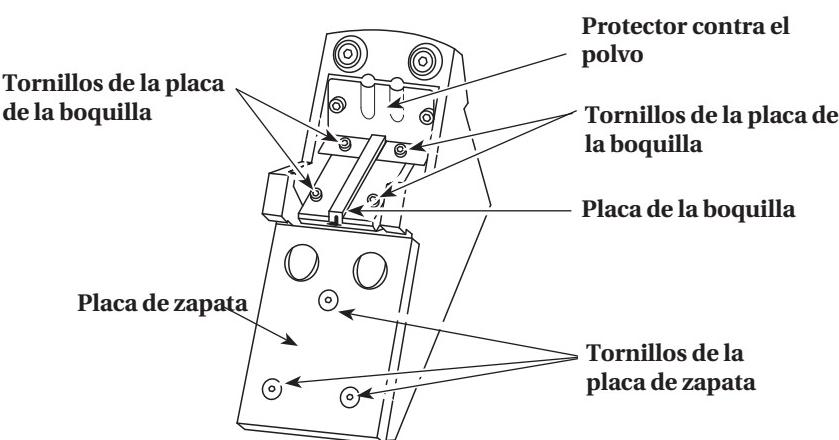

Figura 10 - Componentes de la clavadora/agrapadora para pisos
**CARGADOR** — La parte de la clavadora en que se guardan las grapas y los clavos en “L” (*Ver Figura 10*).